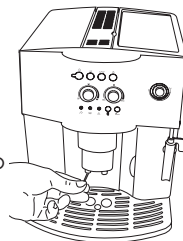

Figura 21
- Pulire i fori, grattare accuratamente i residui secchi di caffè dal dosatore servendosi di un ago (Figura 21).